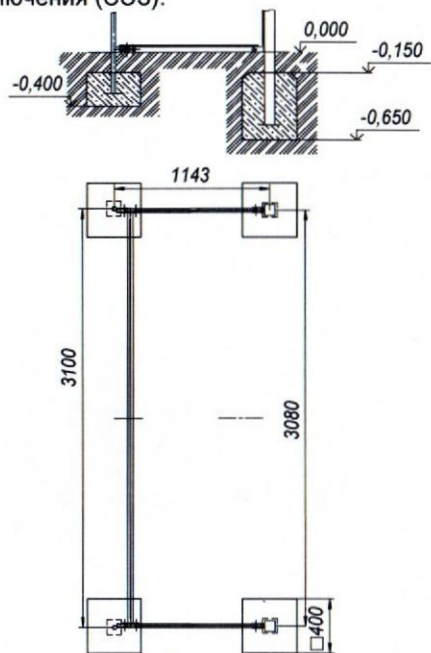

Рис.2
5.2.3 Забетонировать по рис.2. Бетон фундамента – класса В15. Объем бетона – 0.24 куб. м.